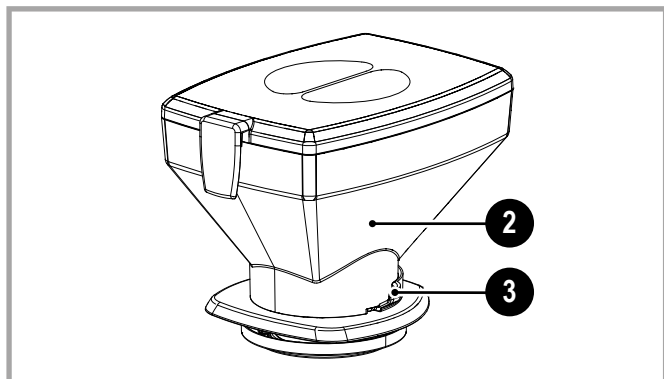

Fig. 8.1 - Trémie
Pour le nettoyage de la trémie, effectuer les opérations suivantes (Fig. 8.1 et 8.2).
- Fermer la vanne (3 - Fig. 8.1) en la poussant vers l'intérieur. Démarrer la mouture jusqu'à ce qu'il n'y ait plus de résidus de café dans le moulin-doseur.
- Retirer la trémie (2 - Fig. 8.1) du moulin-doseur.
- Retirer le café restant dans la trémie (2 - Fig. 8.1).
- Avant de repositionner la trémie (2 - Fig. 8.1) sur le moulin-doseur, s'assurer d'avoir parfaitement essuyé les parties mouillées ou humides.